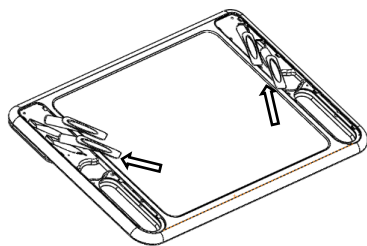

Рис. 24
5.6.4. В сборку по п. 5.6.3 вставить пеналы (поз.1, пакет №85) до упора в рамку (См. рис. 24; 24а)
Рис. 24а